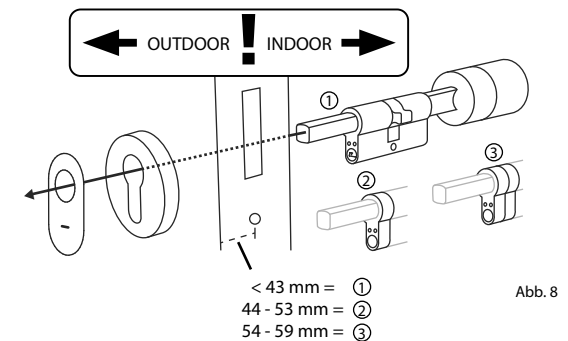

Abb. 8
- 5 Schieben Sie den Zylinder von der Innenseite der Tür aus in das Einsteckschloss der Tür. Schieben Sie die Notschloss-Abdeckung außen auf die Schloss-Welle (Abb. 8).